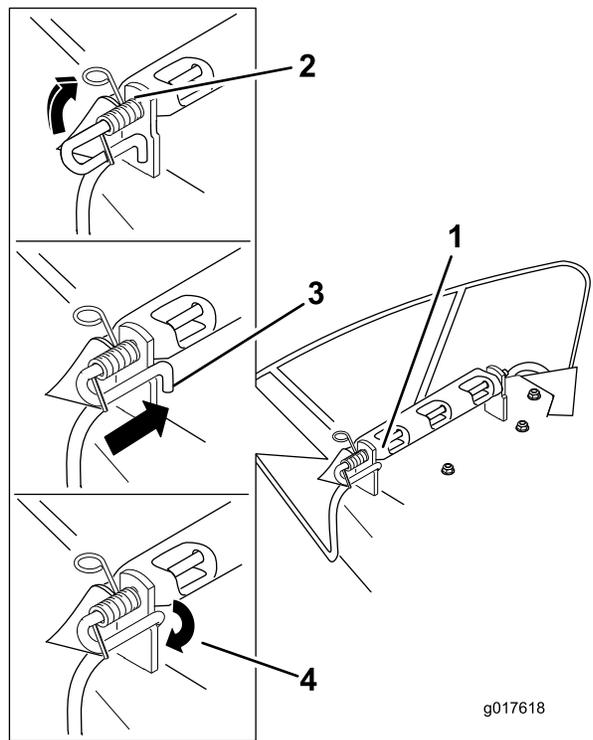

Figure 64
- Fixez l'ensemble tige et ressort en le tournant de sorte à pouvoir placer l'extrémité courte de la tige derrière le support avant soudé au tablier de coupe (Figure 64).
- Soulevez le côté avec la boucle du ressort et placez-le dans le cran du support de déflecteur (Figure 64).